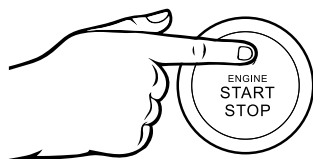

Figure 8: Bouton de démarrage électrique - PUSH
7. Appuyer sur le bouton de démarrage du moteur et le maintenir enfoncé pendant 1 seconde et le relâcher (voir la figure 8). Le moteur mettra automatiquement le starter et commencera la séquence de démarrage.